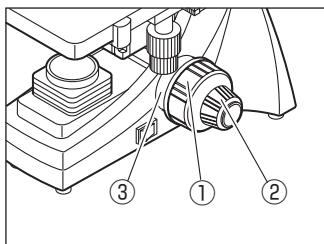

図18
3.2.3 ピント合わせ (図18)
- 2 まず粗動ハンドル①を使用して10倍レンズで試料にピントを合わせ、微動ハンドル②を使用して最も鮮明な像が得られるように調整します。10倍対物レンズで像にピントを合わせてから他の対物レンズに切り替えると、最小限の微調整でピント合わせができます。